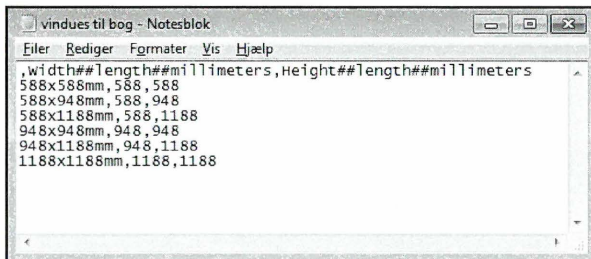

Fig. 08.127.
- Nu skal formelen der får vinduesstørrelserne til at virke skrives. Denne skal lyde nøjagtig sådan (Fig. 08.127):
Fortsæt derefter med at oprette størrelserne, se Fig. 08.127.